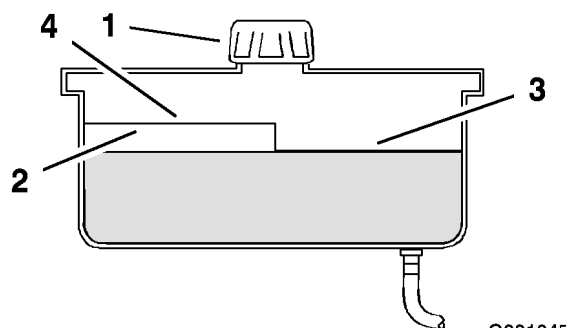

Figure 62
2. Nettoyez la surface autour du goulot de remplissage du réservoir hydraulique (Figure 62).
3. Enlevez le bouchon du goulot de remplissage et vérifiez si le réservoir contient du liquide (Figure 62).
Remarque: Lorsque l'huile est chaude, le niveau de liquide doit atteindre le haut du repère "à chaud" sur le déflecteur (Figure 62).